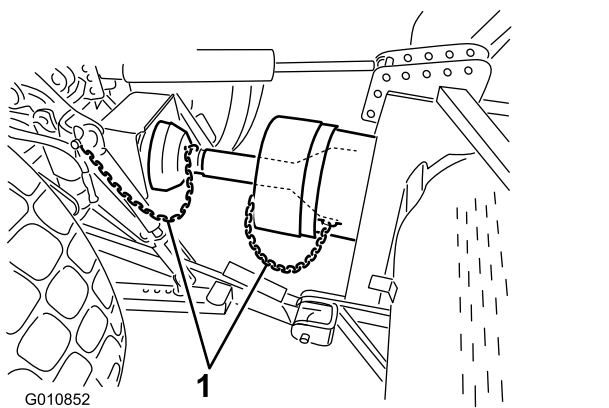

Figura 25
6. Conecte las cadenas de seguridad al protector de la TDF y al soporte del tractor (Figura 25). Asegúrese de que las cadenas tienen holgura al elevar o bajar el aireador.